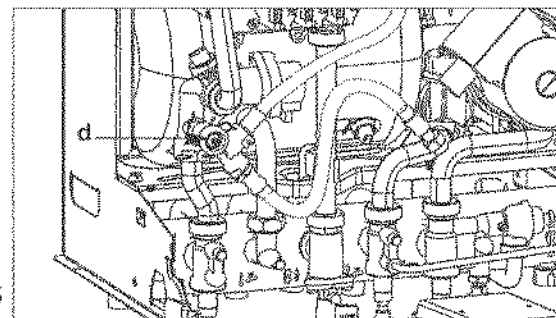

Fig. 15
Agir sur la vis "d" (fig.15) de réglage du by-pass afin d'adapter la hauteur manométrique disponible aux pertes de charge de l'installation.
- zone de réglage : réglage intermédiaire en manoeuvrant la vis "d" (fig. 15) sur un quart de tour.
Détail du réglage du by-pass de la figure 15